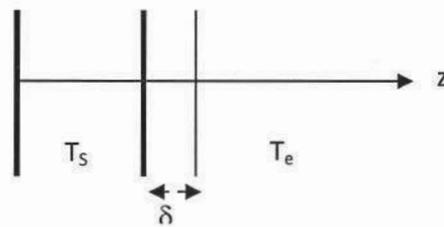

fig.3.
8) On considère un matériau solide de température  $T_s$  au contact d'un gaz à la température  $T_e$ . Il existe alors une couche de faible épaisseur  $\delta$  de gaz accrochée à la surface du solide. La température varie de  $T_s$  à  $T_e$  sur cette couche. En considérant que la température ne varie qu'en fonction de  $z$  (cf fig .3), montrer que la puissance thermique transférée à travers la surface d'échange  $S$  vaut  $P=hS(T_s-T_e)$ ,  $h$  s'exprimant en fonction de la conductivité thermique du gaz et de  $\delta$ .